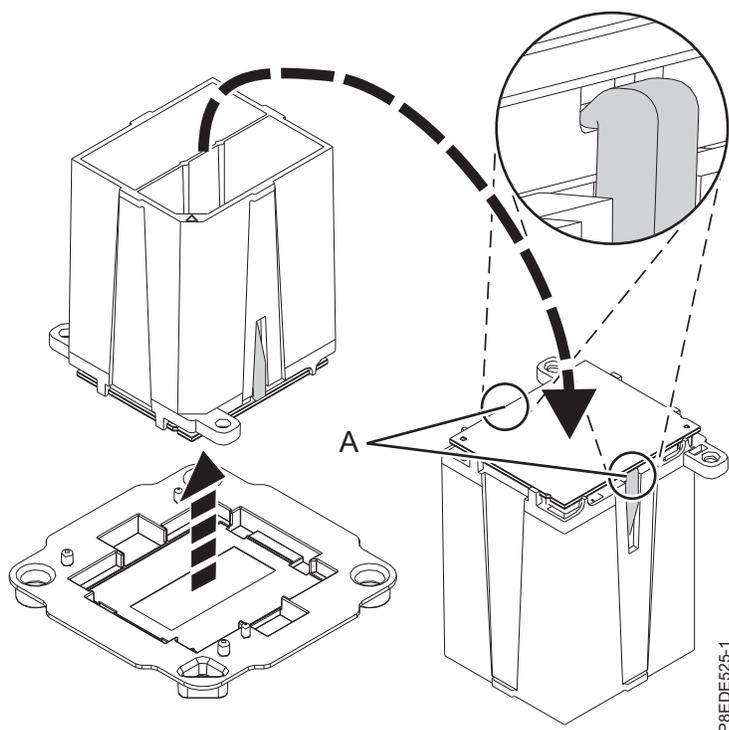

Figura 97. Preparando para a instalação do módulo de processador do sistema
- b. Assegure-se de que ambos os encaixes (A) estejam prendendo firmemente o módulo de processador do sistema, conforme mostrado em Figura 97.